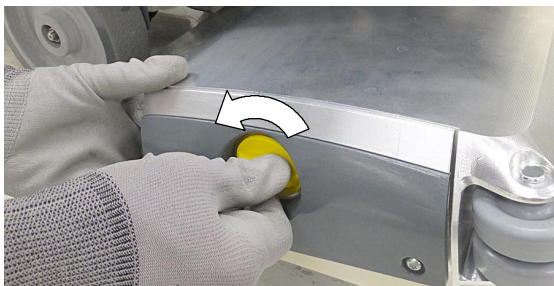

ABB. 23
- Entfernen Sie die Vorplatte vom Schrubbkopf, indem Sie den gelben Knopf aufschrauben (Abbildung 23).